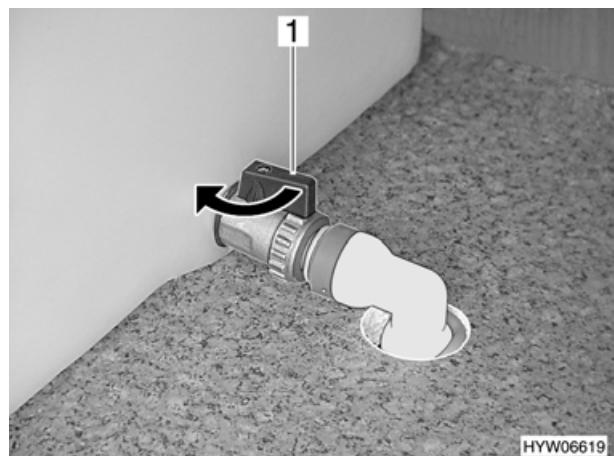

Fig. 86 Serbatoio dell'acqua potabile, rubinetto di scarico acqua
- Girare il rubinetto di scarico acqua (Fig. 86,1) per chiudere nella direzione indicata dalla freccia.
- Aprire il rubinetto di scarico al serbatoio dell'aqua potabile (Fig. 86,1).